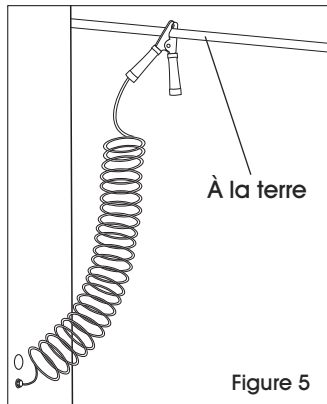

Figure 5
3. Attach the other end of the ground wire to a ground bus or ground rod. Ground cabinet to earth. (See Figure 5) Refer to NFPA 77 for further information.
3. Fixez l'autre extrémité du câble à une barre omnibus ou une tige de mise à la terre. Mettez l'armoire à la terre. (Voir Figure 5)